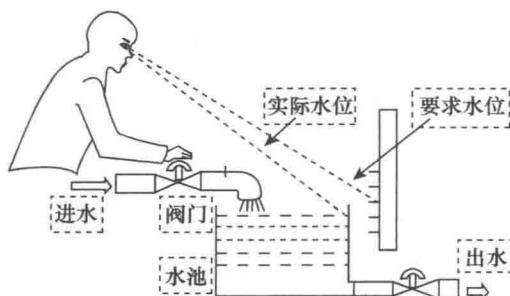

图 1-2 人工控制的恒值水位系统
(2) 人工控制的恒值水位系统：手动调节阀门的开度，以此来控制水池的水位，如图 1-2 所示。